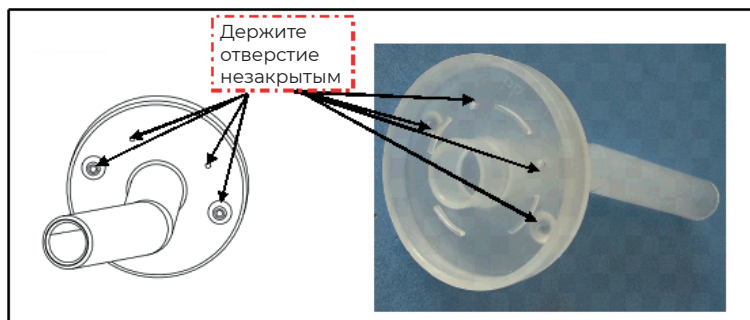

рис. 12
- Тщательно очистите все разобранные детали чистящим средством. Используйте чистящую иглу, чтобы удалить остатки краски с отверстия распылительной форсунки и иглы форсунки. Убедитесь, что отверстие очищено, тщательно протирая иглу, без засорения (Рис. 12).